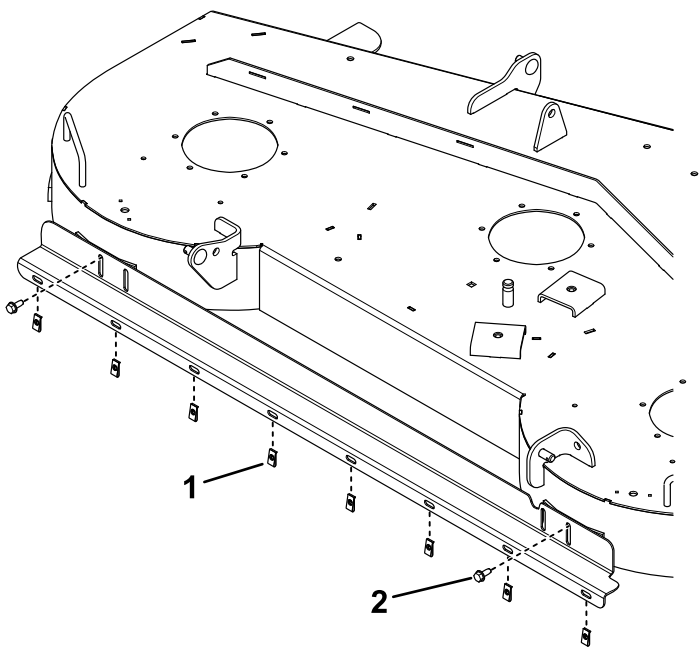

Figure 4
4. Fixez le support dans les trous à l'aide de 2 boulons autotaraudeurs (Figure 4).
5. Placez 8 écrous rapides dans les trous libres du support (Figure 4).